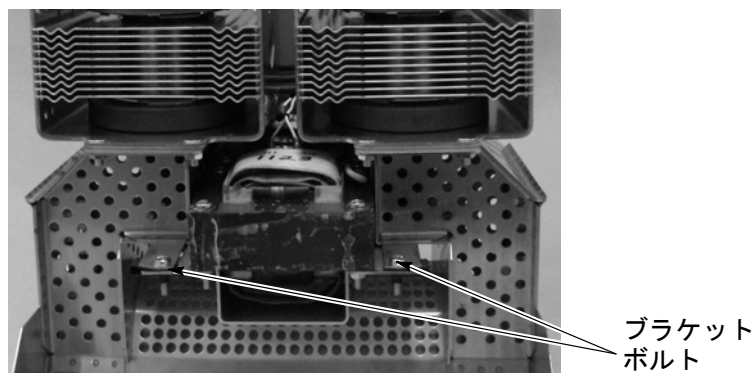

図 6-16 トランス ブラケット ボルト
4. 図6-16のように2個のM4ボルトを取外します。
15. トランス ブラケットをウェーブガイド アッセンブリ内へ完全に戻します。図6-16のようにブラケットを2個のM4ボルトで固定します。